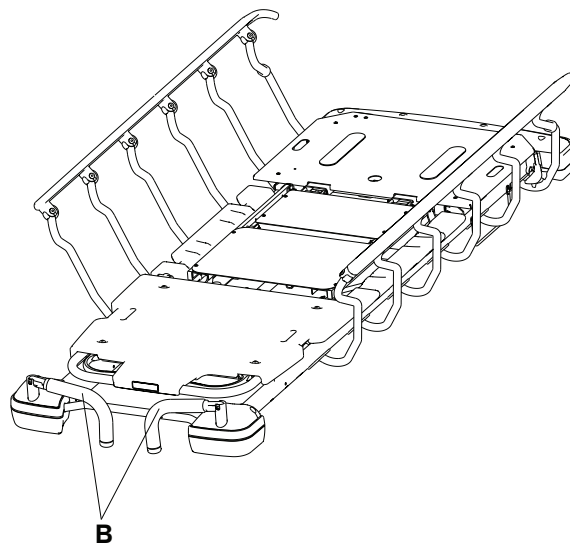

Рисунок 10 – Перевод ручек для толкания головного конца в сложенное положение
3. Выполните эти действия в обратном порядке, чтобы перевести ручки для толкания головного конца (B) в сложенное положение (Рисунок 10).